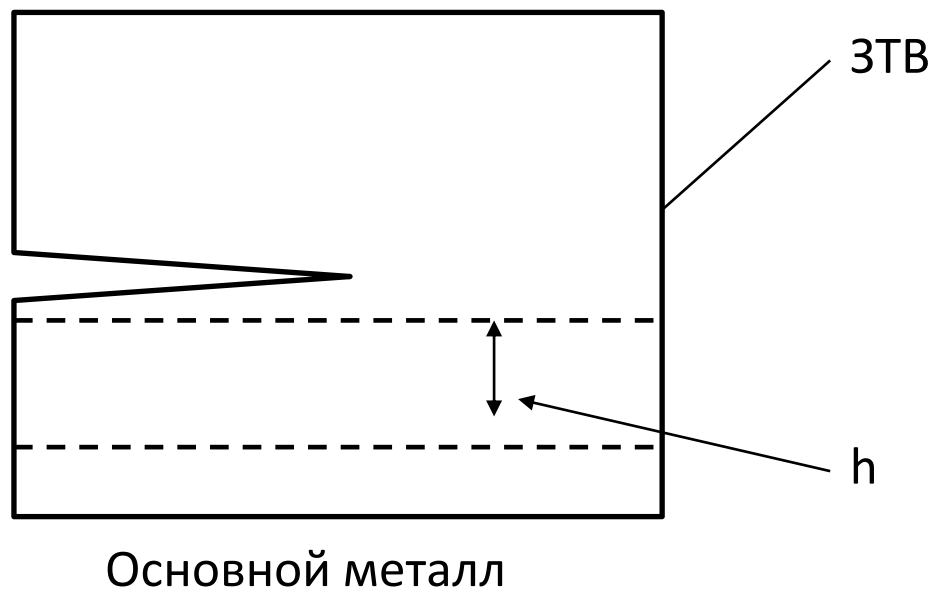

Рисунок 1
1) Требуется определить показатель « $n$ » в уравнении Вейбулла, описывающим вероятность хрупкого разрушения образцов, представленных на рис.1
2) Следует также ответить на вопрос, где разброс  $K_{IC}$  больше: при испытании образцов из хрупкого однородного материала или при испытании образцов, представленных на рис.1.